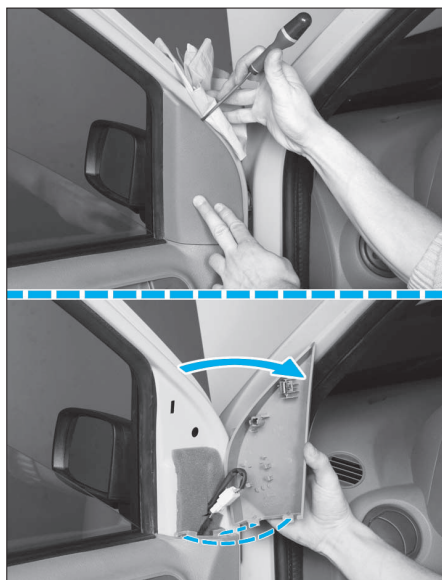

FIG. 57
- Décliper l'enjoliveur intérieur de rétroviseur comme illustré (Fig.57), puis décliper le connecteur du rétroviseur de son enjoliveur.